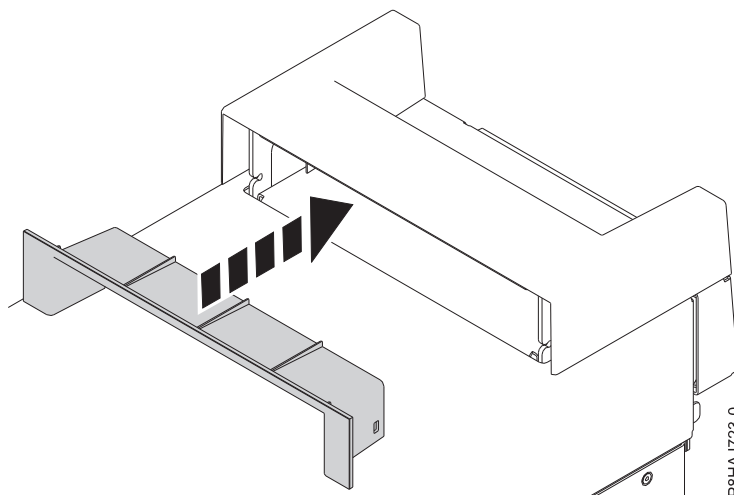

Figura 19. Inserción de la pieza en la tapa de asa en un sistema 8286-41A autónomo
2. Inserte la pieza en la tapa de asa presionándola con firmeza, tal como se muestra en la Figura 19.